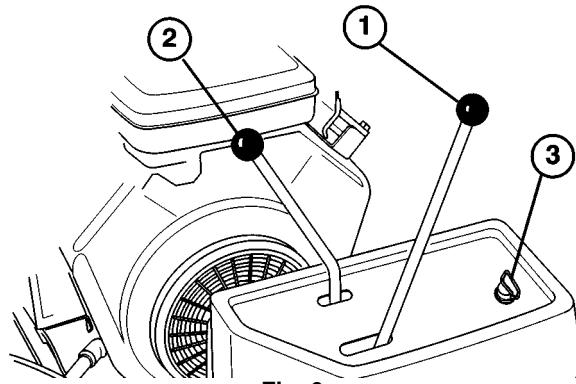
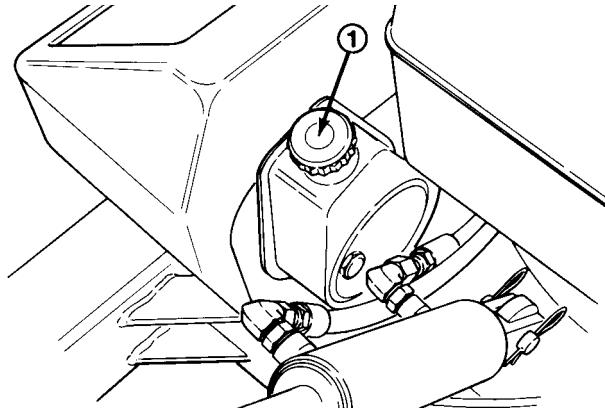

Fig. 6
Fig. 7
Leva di comando della trazione (Fig. 6)—Scegliere il cambio desiderato ed innestare la leva di comando della trazione per fare marcia avanti o retromarcia. Questa è una delle leve manuali con microinterruttore di sicurezza (Fig. 7).
Leva della testa di carotaggio (Fig. 6)—Alza ed abbassa la testa di carotaggio ed innesta e disinnesta la trasmissione.
Interruttori di sicurezza a leva (2) (Fig. 7)—Consentono al motore di funzionare quando la testa di carotaggio è abbassata, e mantengono innestata la leva di comando della trazione. Prima di innestare il comando della trazione o di abbassare la testa di carotaggio mentre il motore gira occorre attivare un interruttore a leva.
Freno di esercizio (Fig. 7)—Serve per rallentare.